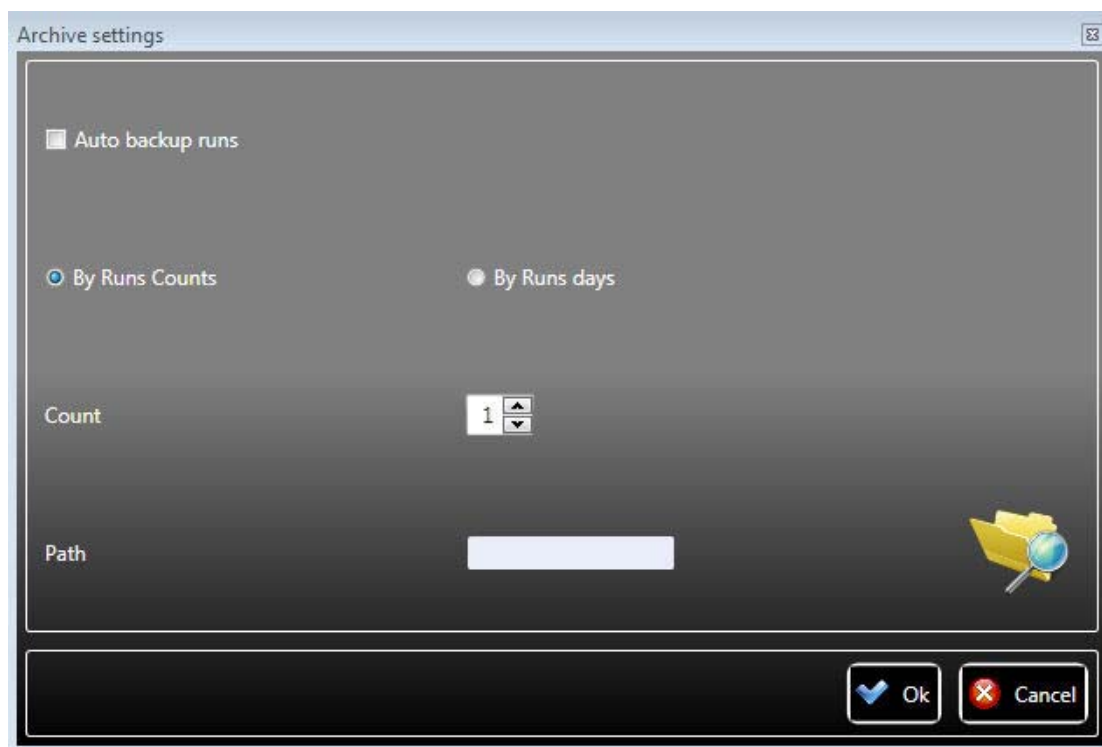

Figure 4-33
- 选择自动备份运行在“运行存档设置”窗口（见图 4-33），仪器将自动备份运行文件。